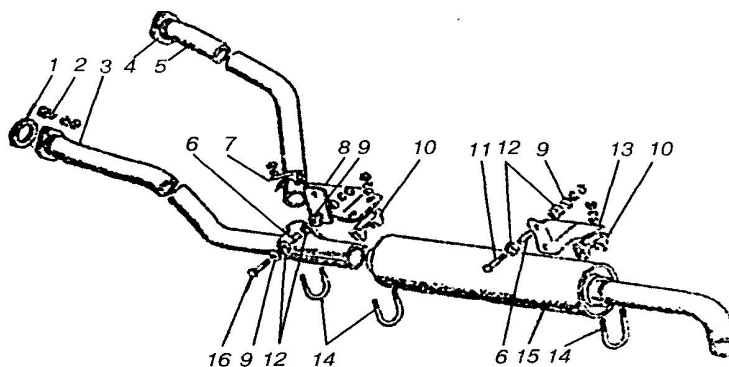

Рис. 5.4. Глушник:
5. Перевірити кріплення водяною насосувентилятора, приводного шків генератора і натяг пасів вентиляторів і генератора (рис. 5.4).